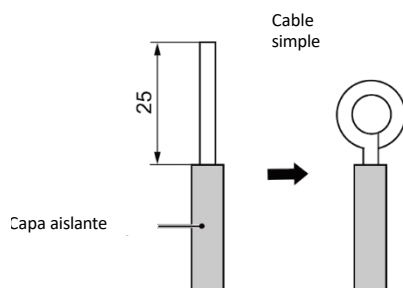

Fig. 5.1
(1) Conexión del cable (tal y como se indica en la Fig. 5.1)